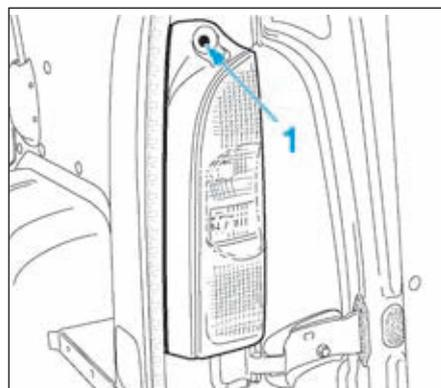

FIG.113
- Desserrer les vis (9) (Fig.113) du chariot.
- Déplacer la porte en (X) pour assurer le jeu d'ouverture.